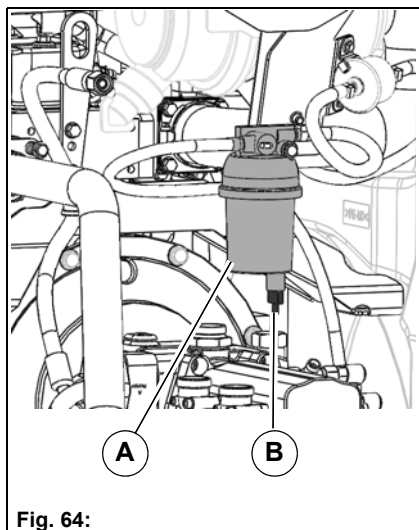

Fig. 64:
Contrôler le séparateur d'eau **Fig. 64-A** une fois par semaine et en cas de besoin vider l'eau de condensation de celui-ci.
3. Ouvrir la vis de vidange **Fig. 64-B** et recueillir l'eau de condensation.